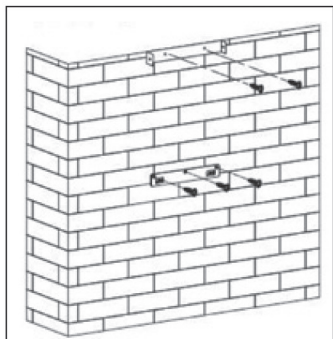

Рис. 9
1. Произведите разметку места установки вытяжки (см. рис. 9).